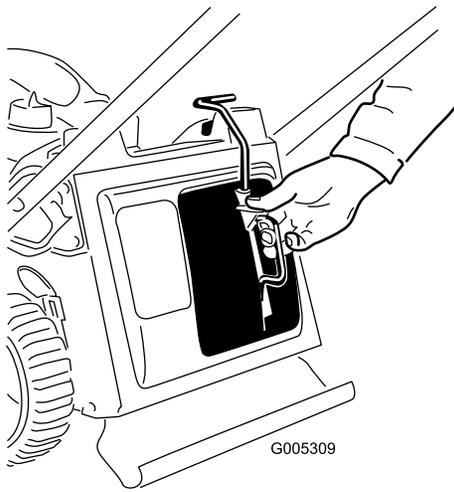
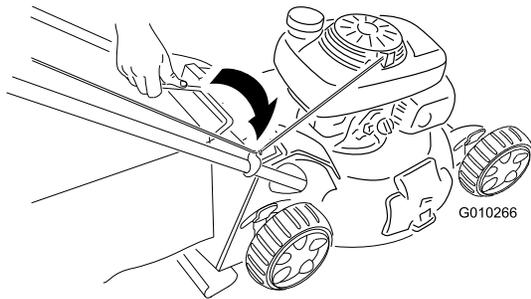

Bild 18
Bild 19
1. Bauen Sie den Mulchverschluss (Bild 18) oder den Fangkorb (Bild 19) am Rasenmäher ein.